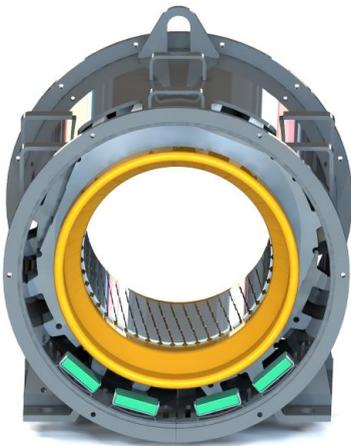

Figura 6.2: Resistencias de cerámica fijadas en las abrazaderas
6. Fijar las resistencias de cerámica en las abrazaderas de metal, conforme la Figura 6.2.